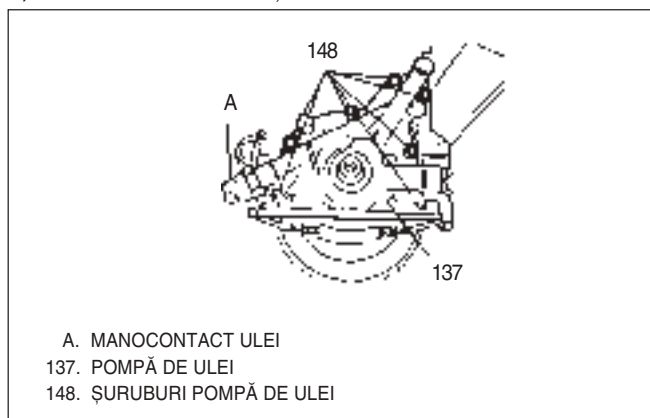

Fig. 23 Pompa de ulei
- 3) Manocontactul ulei A (Fig.23).
- 6) Tubul sorbului(130) și pompa de ulei(137).